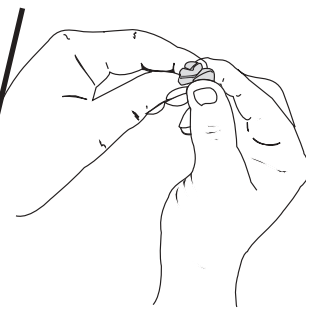

Fig. 37
5. Apriete el filtro para esparcir y retirar el exceso de aceite (Fig. 37).